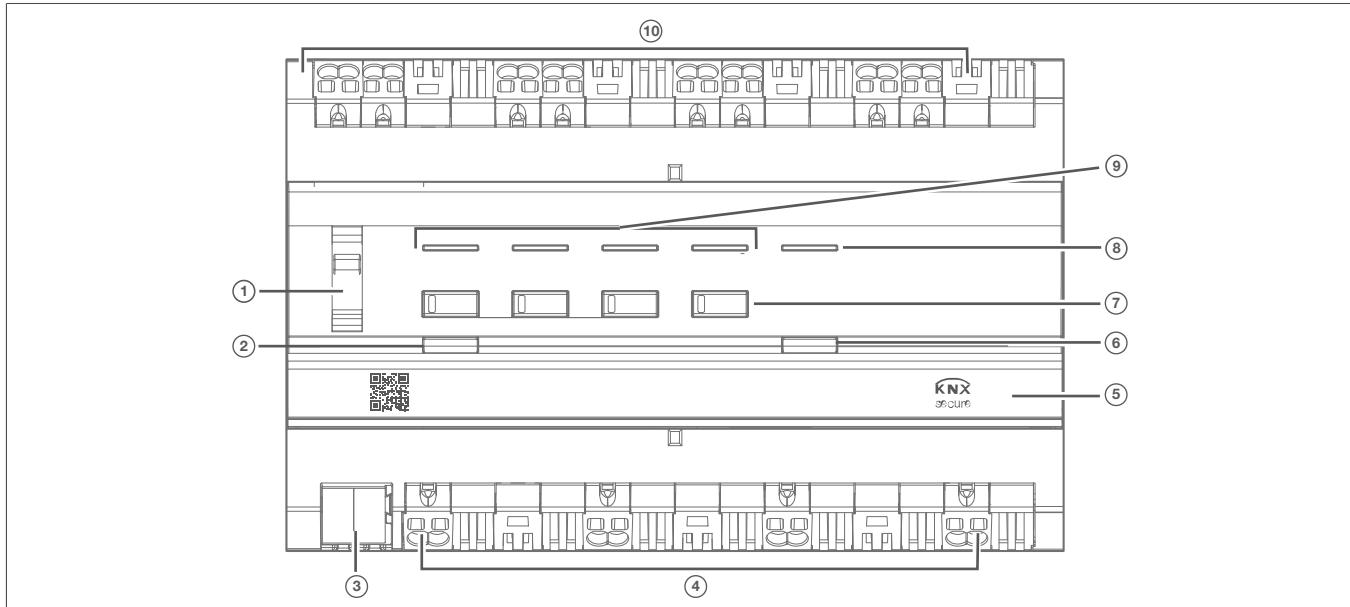

Bild 2: Geräteaufbau TYAS664AN
Kurzschluss oder Überlast wird über die Kontroll-LED (Bild 2/9) signalisiert. Die Last wird gedrosselt (siehe Hilfe im Problemfall).
Eine Überhitzung des Geräts wird durch permanentes Leuchten der Kontroll-LED (Bild 2/8) signalisiert. Die angeschlossene Last wird gedrosselt (siehe Hilfe im Problemfall).
- Schalter (Bild 2/1) in Stellung  schieben.
Der Handbetrieb ist eingeschaltet, die Ausgänge können über die Bedientasten (Bild 2/7) unabhängig voneinander angesteuert werden:
- Schalter (Bild 2/1) in Stellung **auto** schieben.
Der Ausgang nimmt die durch die Bussteuerung vorgegebene Position ein. Der Schaltstatus wird durch die Status-LED der Bedientaste (Bild 2/7) angezeigt.
Die Bedienung erfolgt über kurzen oder langen Tastendruck der Bedientaste (Bild 2/7).
#### Zustand (Bild 2/7)
#### Verhalten bei Tastendruck (Bild 2/7)
Status-LED der Taste (Bild 2/7) ist aus.
Last ist eingeschaltet. Status-LED der Taste (Bild 2/7) leuchtet.